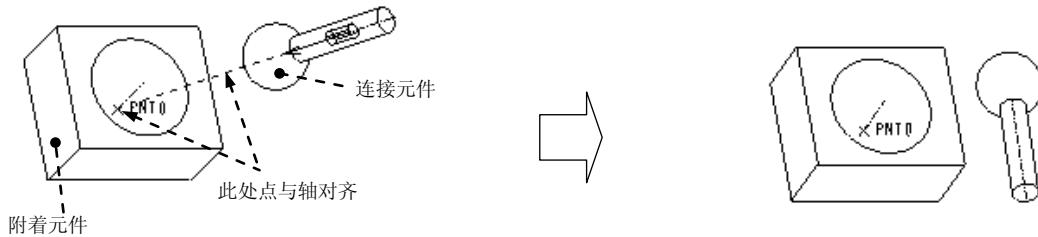

图 12.2.7 轴承 (Bearing) 接头
轴承接头是球接头和滑动杆接头的组合，如图 12.2.7 所示，在这种类型的接头中，连接元件既可以在约束点上沿任何方向相对于附着元件旋转，也可以沿对齐的轴线移动。
Step3. 创建轴承接头。在约束集选项列表中选取 轴承 选项，单击操控板菜单中的 **放置** 按钮，分别选取图 12.2.7 中的点和轴线（元件 MECH_BALL1.PRT 上的点 PNT0 和元件 MECH_BALL2.PRT 上的中心轴线）。